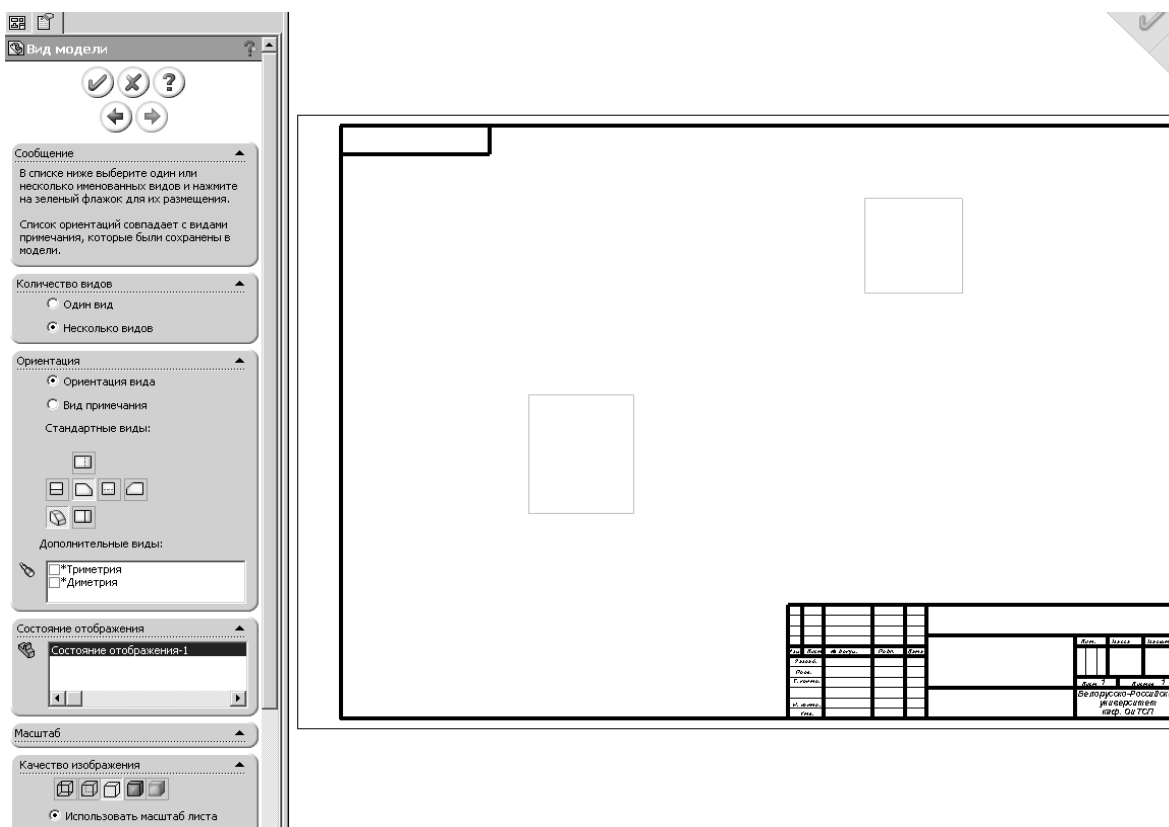

Рисунок 9.1 – Диалоговое окно **Вид модели**
- 4 На созданном формате чертежа выбрать виды модели (рисунок 9.1). Если требуется, то изменить масштаб отдельных видов.